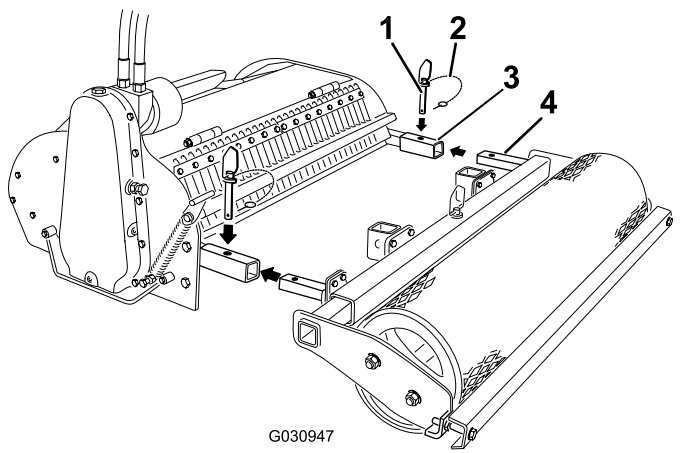

Bild 3
4. Entfernen Sie die Lastösenbolzen des Sprengings von den Dornen (**Bild 3**).
5. Entfernen Sie die Dorne von den Armen des Bodenaufbereiters (**Bild 3**).
6. Schieben Sie die Arme der Rolle in die Arme des Bodenaufbereiters und befestigen Sie sie mit den Dornen (**Bild 3**).